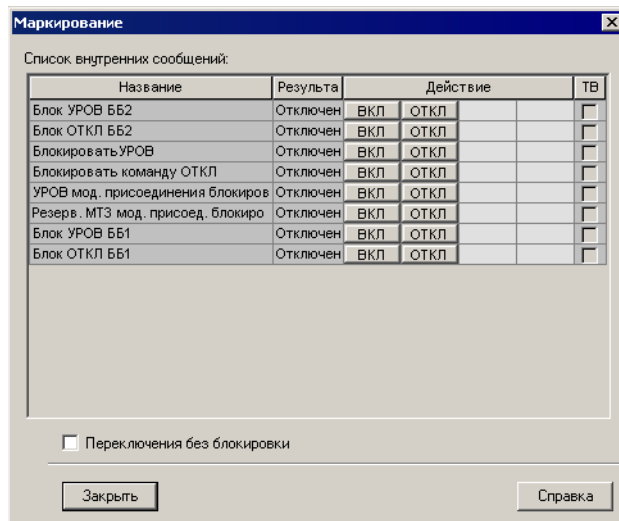

рис. 6-16 Окно Tagging в DIGSI
- ❑ В окне выбора функций дважды щелкните по объекту **Маркирование** (Tagging). Откроется окно Маркирование (рис. 6-16, стр. 246).
- В окне выбора функций дважды щелкните по объекту **Маркирование**. Откроется окно Маркирование (рис. 6-16, стр. 246).